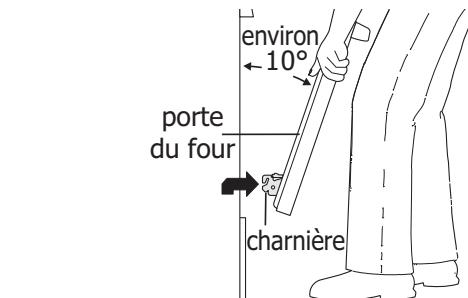
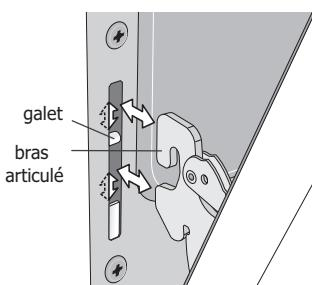

Figure 22 : Soutien de la porte pour la dépose
Figure 23 : Repose du bras articulé et du galet
3. Saisir fermement les deux côtés de la porte du four. Ne pas la soulever par la poignée (voir Figure 22).
4. Ouvrir la porte à un angle d'environ 10 degrés du cadre de porte (voir Figure 22).
5. Soulever les bras articulés hors des galets situés de part et d'autre du cadre de four (voir Figure 23).
1. Saisir fermement les deux côtés de la porte du four. Ne pas la soulever par la poignée (voir Figure 22).
2. Tout en tenant la porte au même angle que pour la dépose, asseoir le crochet du bras articulé sur les galets situés de part et d'autre du cadre de four (voir Figure 22 et Figure 23). Le crochet du bras articulé doit s'asseoir fermement sur les galets.